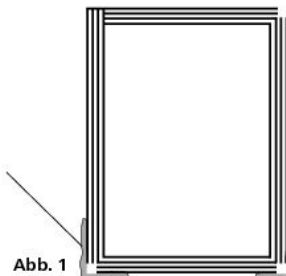

Abb. 1
3. Beim Aufbringen der EPDM-Zellgummiprofile in der oberen Ecke beginnen (siehe Abb. 1 + 3).
In den Ecken 1/3 der GYSO-Kronenleiste bzw. des GYSO-Cello Strip von aussen mit scharfem Stecheisen durchschneiden, (siehe Abb. 1 + 2). In den unteren Ecken zusätzlich mit elastischer Dichtungsmasse abdichten als zusätzliche Sicherheit, (siehe Abb. 1)